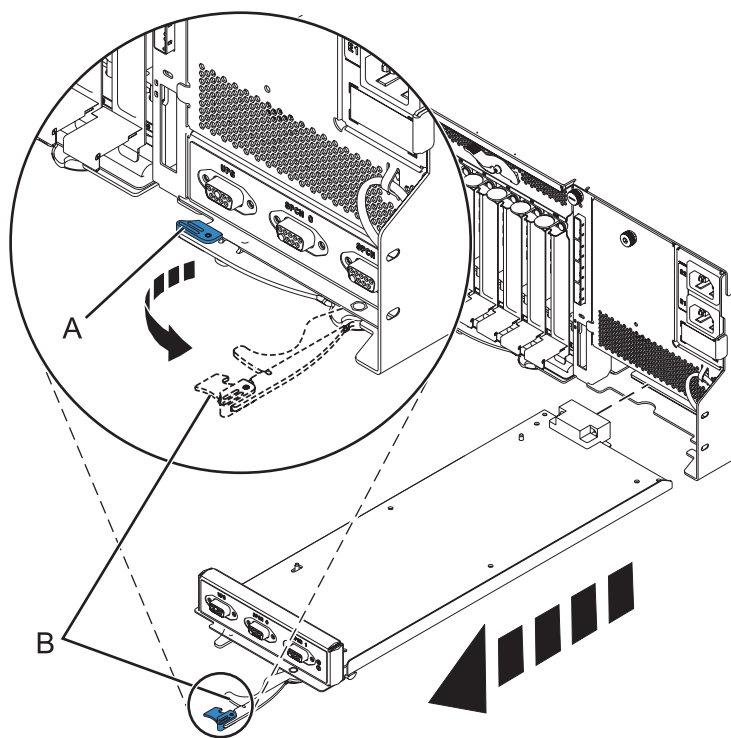

Figura 99. Extracció del controlador de gestió d'allotjaments
- b. Premeu el pestell (**A**) per desbloquejar la nansa (**B**). Consulteu Figura 99 a la pàgina 143.